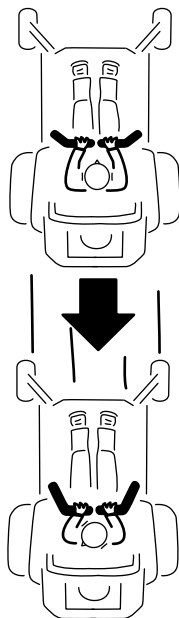

Figure 24
2. Pour vous déplacer en marche arrière, tirez doucement les leviers en arrière (Figure 24).